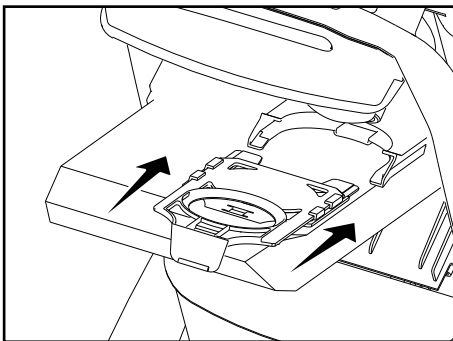

Fig. 3
- Pour installer un nouveau sac, faites glisser la partie inférieure du col de sac rouge sur le support jusqu'à ce qu'il s'enclenche bien en place (Fig. 3).